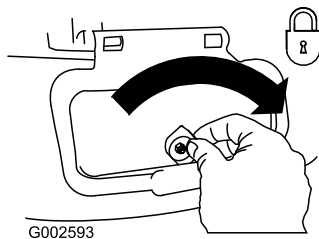

Figura 26
**Importante:** Bloquee la puerta de descarga lateral después de cerrarla (Figura 26).